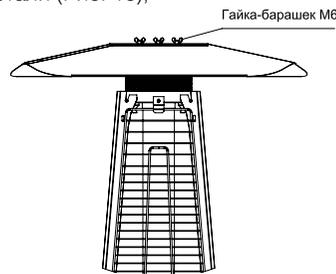

Рис. 16 - Установка козырька
- Установите на дожигатель козырек, закрепите козырек на гайки-барашки М6 из нержавеющей стали (Рис. 16);